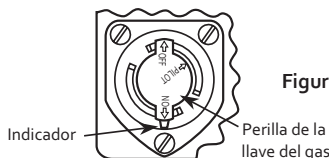

Figura 10. Perilla de la llave del gas
4. Presione ligeramente la perilla de control de gas y gire hacia la derecha a la posición **OFF** (apagado) (vea la figura 10). Si la perilla está en **ON** (encendido), gire hacia la derecha a **PILOT** (piloto) y luego presione la perilla ligeramente y gírela a la derecha a **OFF**.